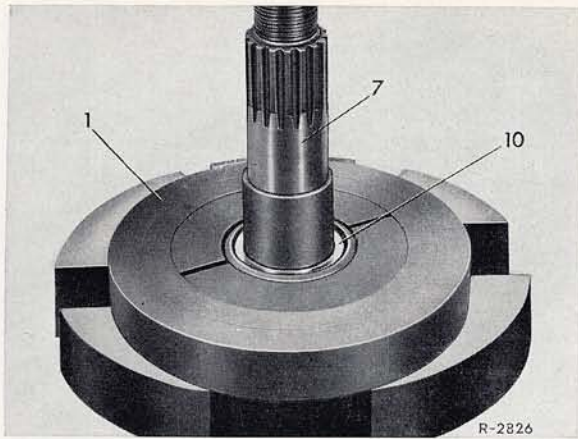

Bild 35-5a/11
15. Wenn der Radsatz weiterverwendet werden kann, Antriebskegelrad auf Schlag prüfen (Bild 35-5a/12). Wird an einer der Meßstellen der zulässige Schlag überschritten, dann muß der Radsatz erneuert werden.